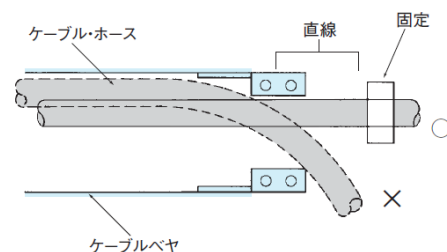

図12. ケーブルベヤ両端部での配線状態
- ケーブル・ホースは直線状態でケーブルベヤ内に入るようにしてください（図12）。